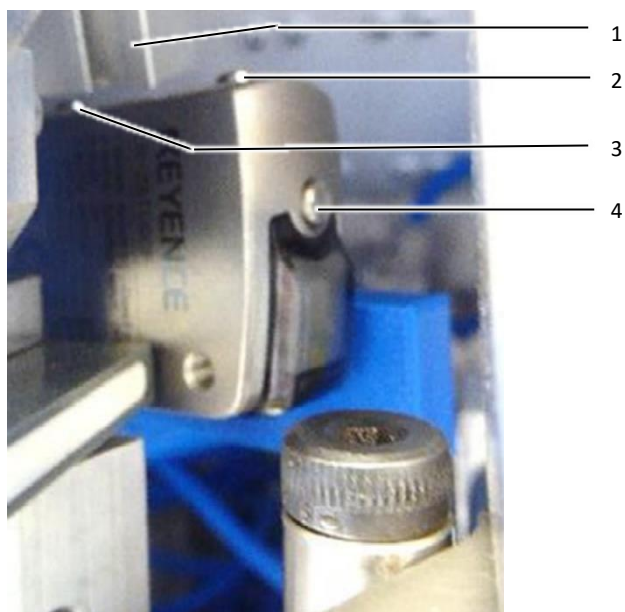

图 16: 光栅
- 将端头分离刀（图 16，项号 1）向上推。
- 将调整按钮（图 16，项号 2 和 3）同时按住 3 秒，解锁光栅。光栅的显示屏上显示“UNL”。
- 将右侧的调整按钮（图16，项号4）按住3秒，直至显示屏中闪烁“SET”。
- 设置值“20”（如需精细调整，可使用调整按钮（图16，项号2和3）在-99与999之间调整灵敏度）。
- 将调整按钮（图16，项号2和3）同时按住3秒，锁定光栅。显示屏上显示“LOC”。